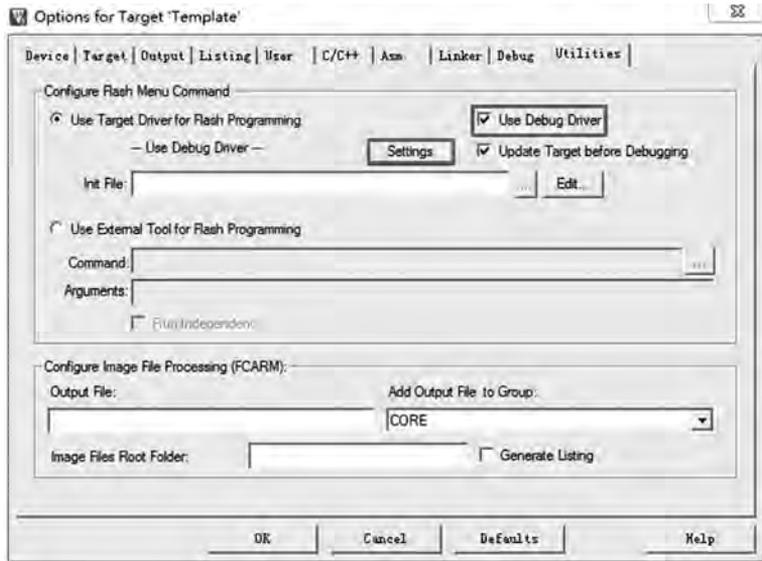

图 3-79 Utilities 选项卡设置
(4) 回到 Options for Target 'Template'对话框中, 选择 Utilities 选项卡, 并在它下面选中 Use Debug Driver 复选框, 表示选择 JLINK 来给开发板的 Flash 编程, 然后单击 Settings 按钮, 如图 3-79 所示。